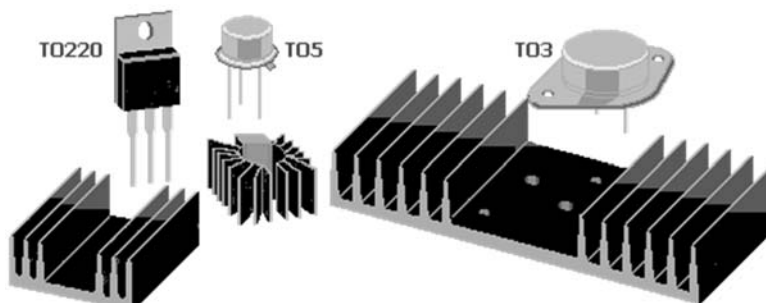

Figure 14 - Composants et radiateurs
Pour favoriser les échanges thermiques avec le milieu extérieur, les différents composants de l'électronique de puissance (diodes, transistors) sont généralement montés sur des radiateurs (**figure 14**).
- Q30.** Exprimer en fonction de T_0 , T_a , b , h , λ et e la puissance thermique totale évacuée par l'ailette. Peut-on réduire la longueur de l'ailette sans diminuer sensiblement son efficacité ? Si oui, proposer une nouvelle longueur notée a' . Commenter la forme des radiateurs apparaissant sur la **figure 14**.